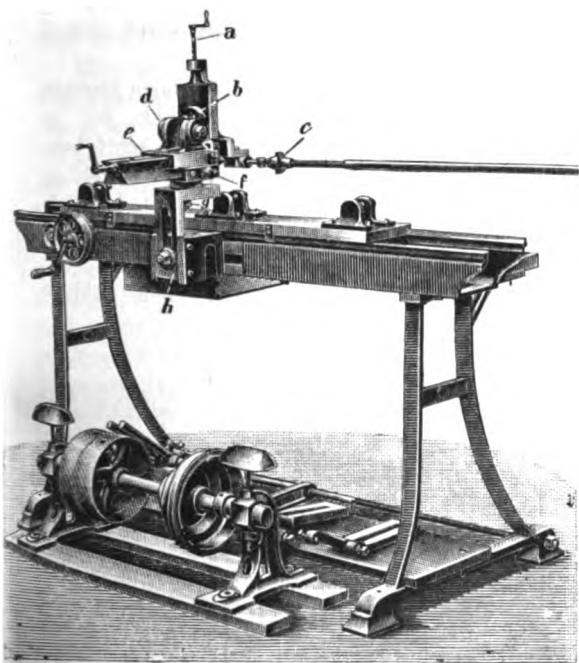

Fig. 4.
c) Die Fig. 4 zeigt dieselbe Maschine mit Fräseinrichtung. Dieselbe gestattet alle derartigen Arbeiten, wie z. B. Fräsen von genauen Zahnstangen, Nuten, Kerben, wie solche bei grossen Waagebalken nötig sind, u. s. w. Die Fräseinrichtung ist nach allen Richtungen verstellbar und somit für alle möglichen Arbeitsstücke verwendbar. Der Antrieb der Fräse geschieht durch eine Stange, die an beiden Enden ein Universalgelenk *c* besitzt und ausserdem sich nach Bedarf selbstthätig verlängert oder verkürzt. In der Abbildung ist *h* der Träger für die grobe Einstellung